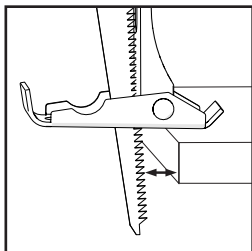

Fig. 9
- S'assurer que la plaque de contact de la pièce est bien en contact avec la pièce mais que la lame ne l'est pas. **(Fig. 9).**